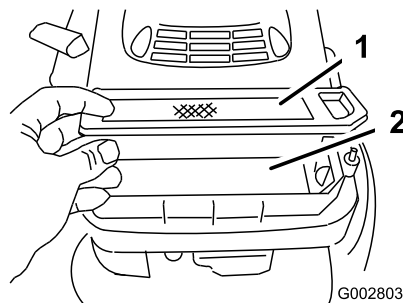

Figure 25
5. Enlevez et jetez l'élément en papier (Figure 25).